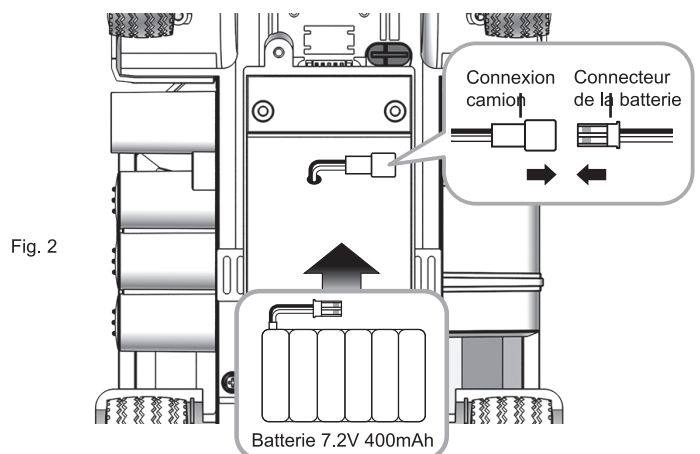

Fig. 2
2. Mettez la batterie en place. Connectez la batterie comme indiqué sur la figure (Fig.2).